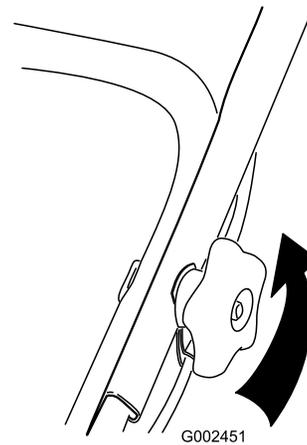

Figure 54
1. Desserrez les boutons du guidon jusqu'à ce que la moitié supérieure bouge librement (Figure 54).